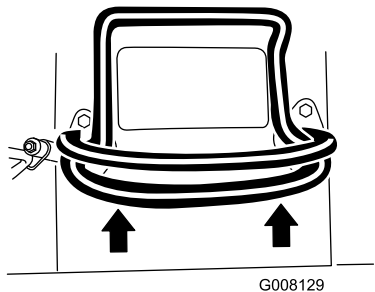
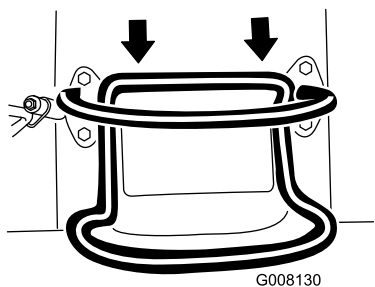

Figura 7
Figura 8
- Para desplazarse hacia adelante, mueva el control de tracción hacia adelante (Figura 7).
- Para desplazarse hacia atrás, mueva el control de tracción hacia atrás (Figura 8). **Mientras conduzca en marcha atrás, mire hacia atrás para asegurarse de que el camino está despejado, y mantenga ambas manos en la barra de referencia (Figura 7).**